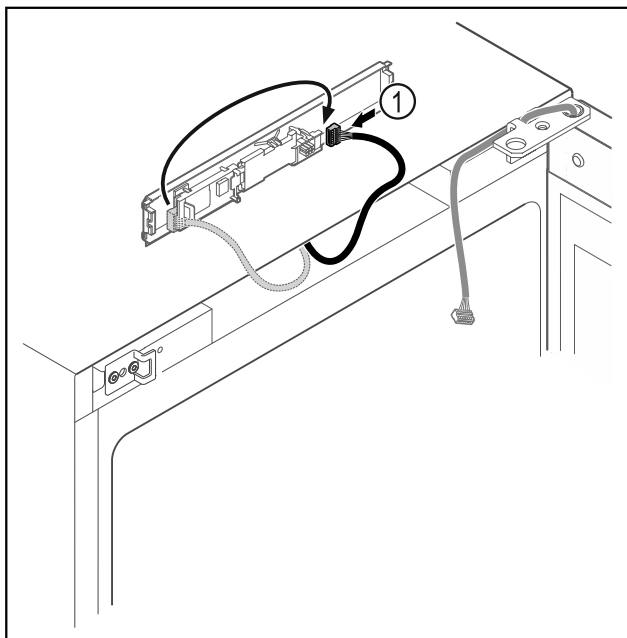

Fig. 15
- ▶ Wtyczkę Fig. 15 (1) należy ponownie podłączyć do płytki drukowanej.